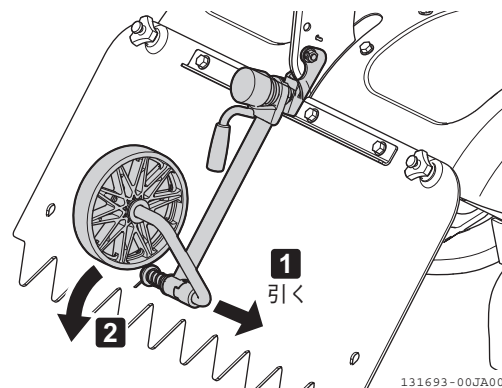

図 3-9 尾輪（移動2）
2. 尾輪を右側に引き、下側にロックを外した状態にします。(図 3-9)